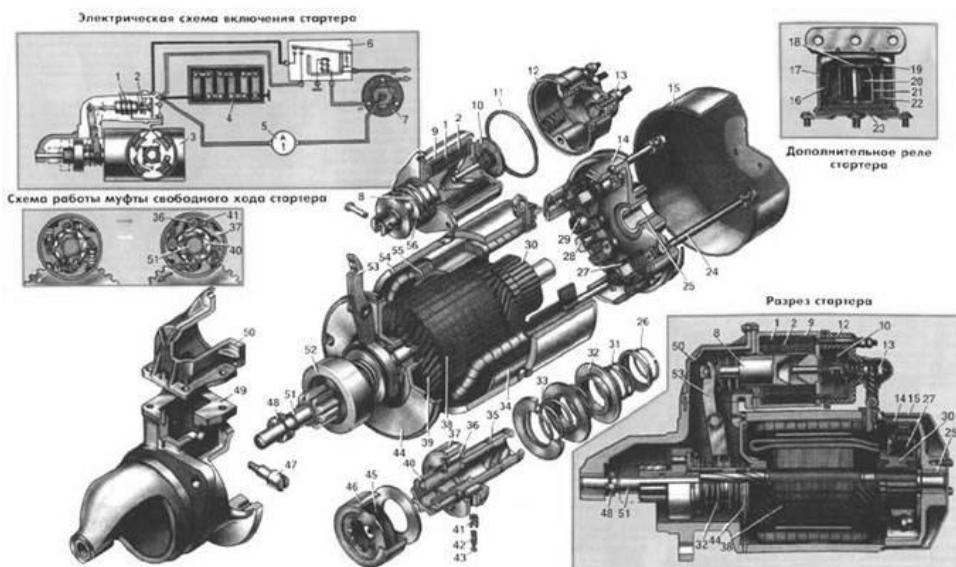

Рис. 4.1. Устройство стартера модели СТ230-Б:
Рассмотрим устройство и принцип работы стартера на примере модели СТ230-Б. Стартер работает на принципе взаимодействия магнитного поля обмоток возбуждения и магнитного поля проводников, расположенных в якоре (рис.4.1). В результате взаимодействия магнитных полей якорь поворачивается. Для создания вращения якоря необходимо переключать электрический ток проводников якоря в определенной последовательности. Эту функцию выполняют коллектор и щетки. Коллектор установлен на валу якоря и к нему подключены все проводники, расположенные в пазах якоря. В корпусе (54) стартера установлены четыре полюса (34) с обмотками (55) возбуждения.